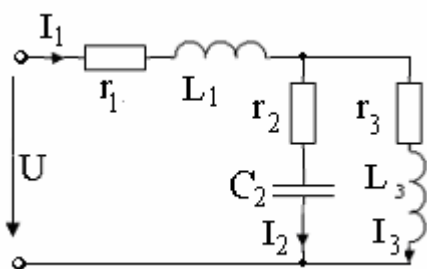

Рис. 65
43. К цепи (рис. 65) подведено напряжение $U=120$ В, при $r_1=10$ Ом, $r_2=24$ Ом, $r_3=15$ Ом, $x_{L1}=6$ Ом, $x_{C2}=7$ Ом, $x_{L3}=20$ Ом. Определить токи I_1 , I_2 , I_3 , активные и реактивные мощности всей цепи и отдельных ветвей. Построить векторную диаграмму.